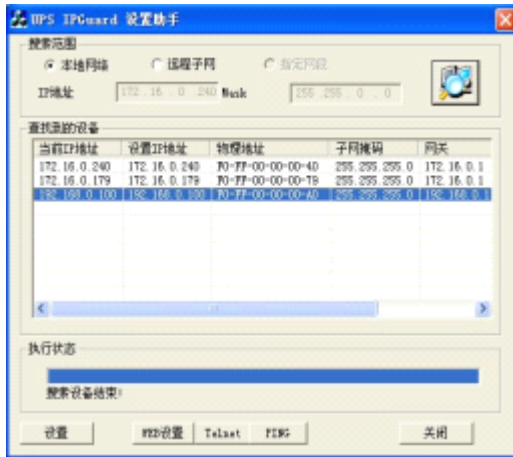

图 1
- ① 正确安装连接好 UPS-IPGuard 后，安装运行配套光盘内的设置助手软 ConfigAssist.Exe（包含在光盘的 windows 文件夹内，或双击打开光盘选择安装配置工具）。运行界面如图 1 所示：
- ② 点击搜索按钮搜索当前连接的设备。（软件启动后自动进行搜索）在“查找到的设备”栏中会显示当前搜索到的设备的 IP 地址、物理地址、子网掩码、网关、硬件版本、固件版本等信息，如图 1 所示：